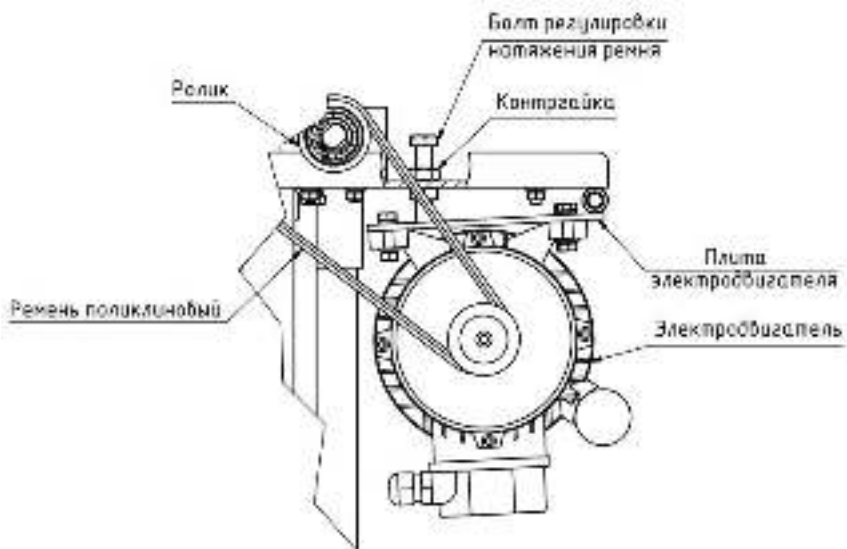

Рис. 4. Механизм регулировки натяжения ремней
- 9.2.6. Отрегулировать натяжение ремня (см. п. 9.4, рис. 4).
- 9.3. Порядок регулировки натяжения ремня (рис. 4):